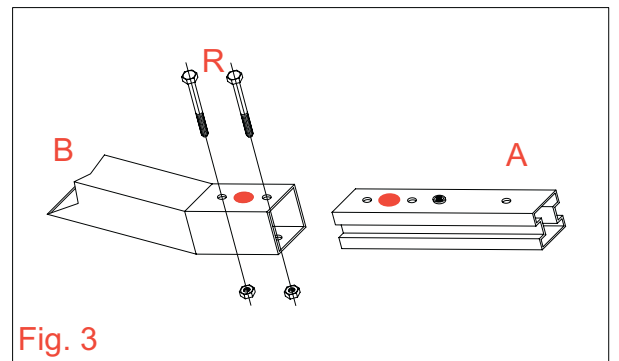

Fig. 3
MONTAGE DE LA STRUCTURE (fig. 3 - 6)
- (fig. 3) enfiler le tube du parasol (B) dans le mat du parasol (A) faisant attention que les deux marques colorées se trouvent du même côté. Bloquer les deux composants avec les boulons (R)